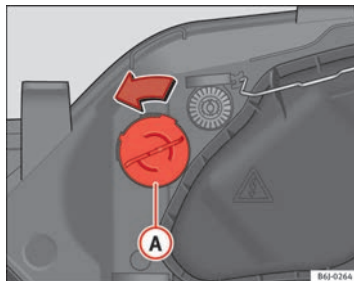

Fig. 169 Indicatore di direzione
- Ruotare il portalampada ⇒ fig. 169 **A** verso sinistra e tirare.